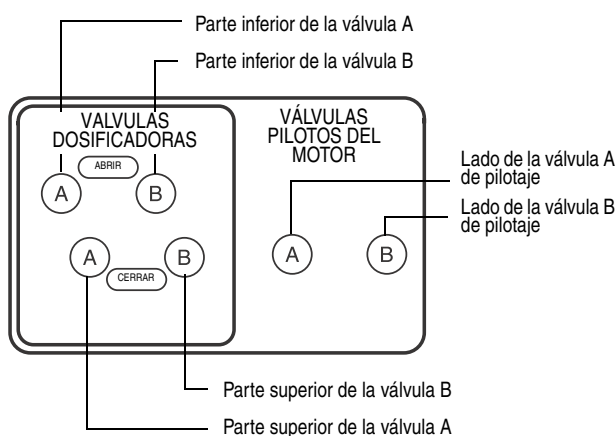

FIG. 6: Caja de control – parte inferior
3. Corte el tubo de la línea de aire (incluido) a la longitud necesaria para conectar las válvulas dosificadoras (601) a las salidas de los solenoides. FIG. 3, páginas 11, y FIG. 6.
6. Conecte las líneas de fluido (suministradas por el encargado de la instalación) entre las bombas y las válvulas dosificadoras (601).
7. Conecte la manguera del material mezclado a la salida (E) del colector de mezcla del fluido (607).
8. Corte el tubo de la línea de aire (incluido) a la longitud necesaria para conectar las válvulas dosificadoras (601) a las salidas de los solenoides. FIG. 3, páginas 11, y FIG. 6, página 14.